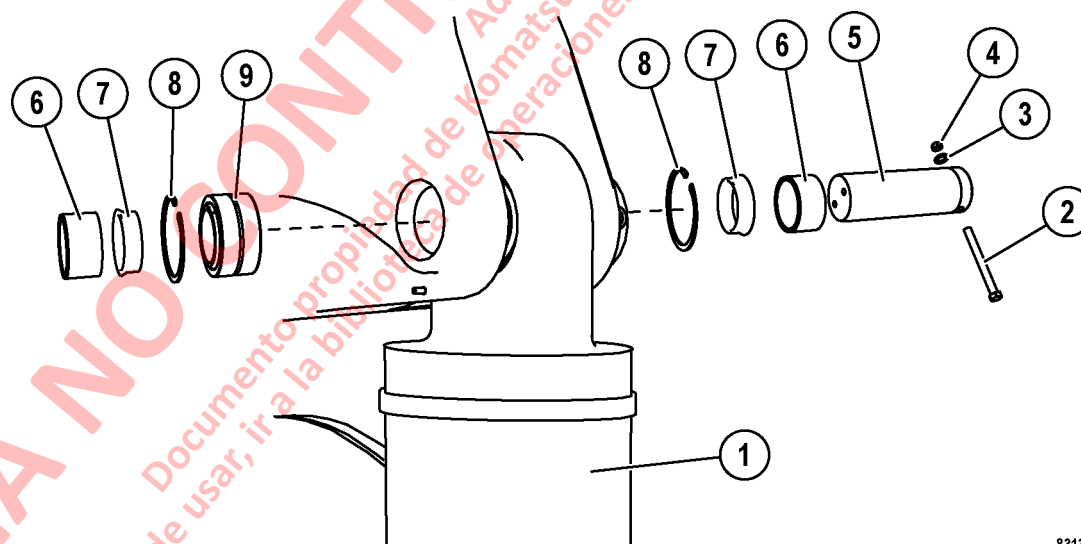

FIGURA 3-4. INSTALACIÓN DEL PASADOR DEL CILINDRO DE LA SUSPENSIÓN TRASERA.
8. Saque la tuerca de seguridad (4, Figura 3-4), la arandela plana (3) y el perno de resalto (2) de los pasadores superiores e inferiores del cilindro de la suspensión a desmontar.
14. Saque el pasador (5, Figura 3-4) del montaje inferior.
1. Revise las camisas de la cavidad de montaje (6, Figura 3-4) y los espaciadores del buje por si presentaran daño y desgaste. Compruebe el ajuste de los pasadores en los orificios antes de instalar la suspensión. Reemplace las piezas dañadas o desgastadas.
3. Ubique la argolla de la suspensión superior y la rótula entre las orejas del chasis, como se muestra en la Figura 3-4. Oriente el cilindro de manera que la válvula de carga enfrente el cilindro de la suspensión opuesto, como se muestra en la Figura 3-1.
5. Alinee el orificio en el pasador (5, Figura 3-4) con el orificio de la cavidad de montaje. Introduzca el pasador lo suficiente para mantenerlo en posición.
6. Inserte el espaciador del buje (7) y continúe introduciendo el pasador a través de la rótula. Inserte el espaciador restante y continúe introduciendo el pasador hasta que el orificio en la caja del eje esté alineado con el del pasador.
7. Instale el perno de resalto (2), la arandela plana (3) y la tuerca de seguridad (4). Si necesita más alineación de los orificios, instale una herramienta de extracción en el pasador. Utilice la herramienta y una llave para tubos u otro dispositivo adecuado para alinear los orificios. Apriete la tuerca de seguridad a **68 N·m (50 ft lb)**.
3. Retire el sensor de presión (15).
4. Con la suspensión en posición vertical (varilla del pistón hacia abajo), retire el tapón de drenaje (18) y drene el aceite de la suspensión. Un cilindro de la suspensión trasera cargado correctamente contiene 54,5 litros (14,4 galones) de aceite.
5. Gire el cilindro en 180°. Retire todos los pernos (6) y las arandelas (7). Saque el vástago del pistón (9) de la caja (1).
6. Saque el retén del buje (5) del pistón. Retire el buje (4). Retire los sellos, la junta tórica y el anillo de respaldo del retén del buje (5). Deseche la junta tórica y el anillo de respaldo.
7. Saque el buje (3) del pistón.
8. Si es necesario reemplazar las rótulas (9, Figura 3-4), retire los anillos de retención (8) y presione las rótulas desde la cavidad del cilindro.
1. Si lo desmontó, instale la rótula (9, Figura 3-4) en el anillo del vástago del pistón y la caja del cilindro.
2. Instale los anillos de retención (8) para asegurar los bujes.